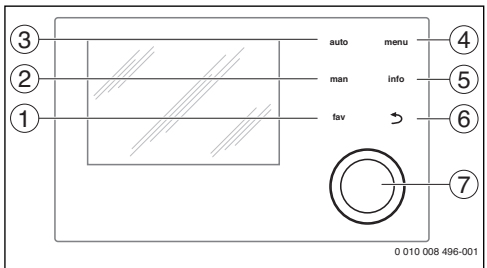

Bild 1 Bedienelemente
- ▶ Auswahlknopf (→ Bild 1, [7]) drücken und drehen, bis Lüftungszone statt Heizkreis oder Heizkreis statt Lüftungszone angezeigt wird.